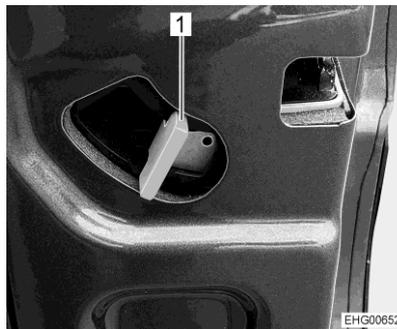

Bild 14 Griff zum Öffnen der Hecktüren
- Griff (Bild 14,1) nach oben drücken und Hecktüren bis zum Anschlag öffnen.